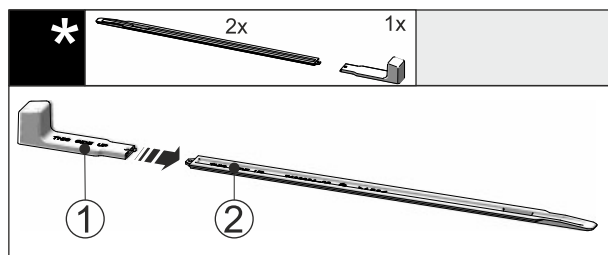

Fig. 51
- Futni dorezën e montimit Fig. 51 (1) në shinën e nivelimit Fig. 51 (2).